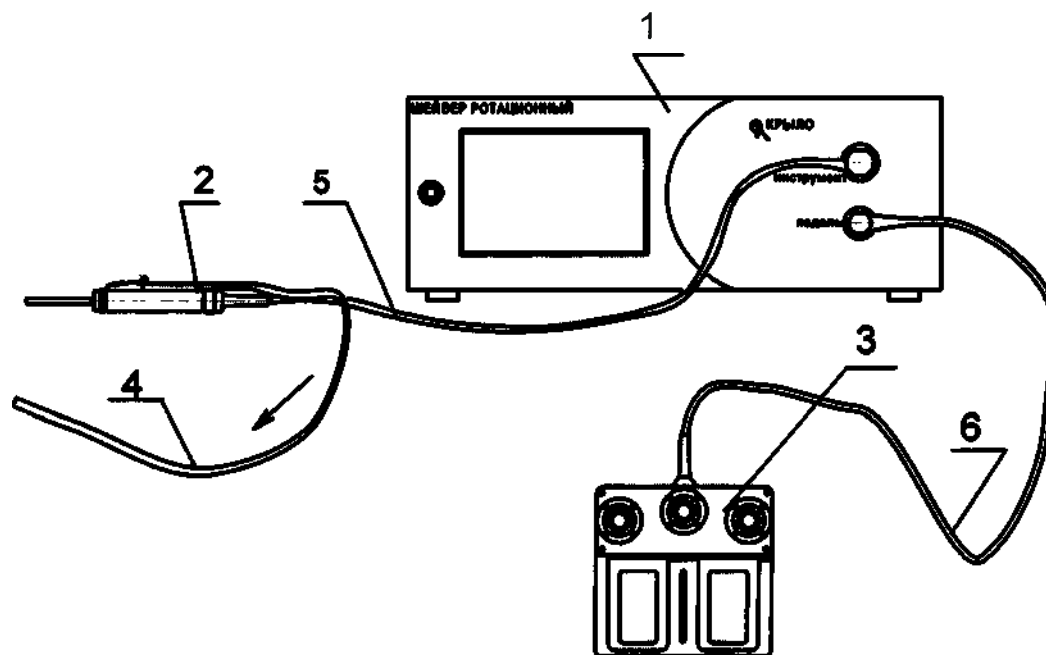

Рис.2
5.4 Подсоедините кабели и трубопроводы набора в соответствии со схемой, приведенной на рис.2.